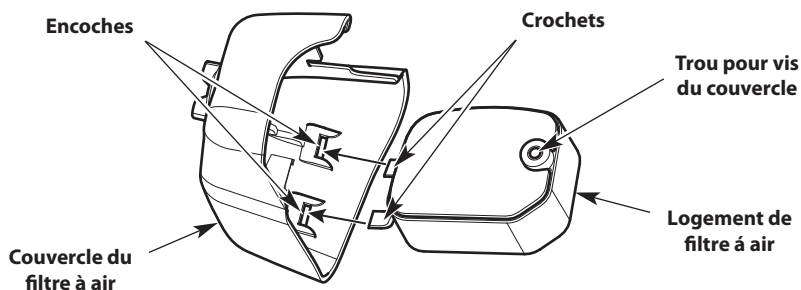

Fig. 13
7. Insérer les crochets sur le boîtier du filtre à air en fonction des encoches de son couvercle (Fig. 13).
8. Basculer le couvercle du filtre à air vers la droite et aligner la vis du couvercle avec le trou de la vis (Fig. 13). Serrez la vis du couvercle, de manière à immobiliser le couvercle du filtre à air.